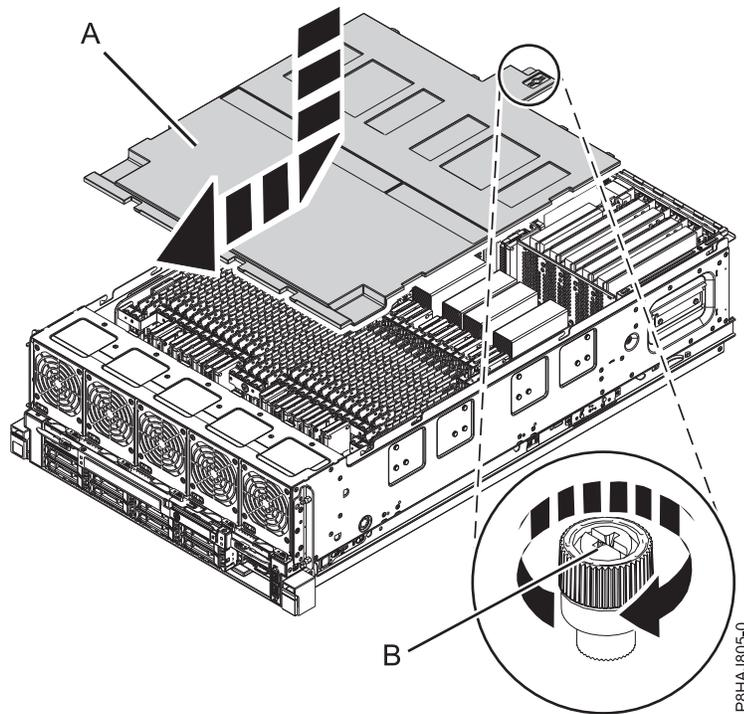

Figura 13. Sustitución de la cubierta de seguridad
2. Presione la cubierta de seguridad (A) hacia el chasis.
3. Apriete el tornillo de mano (B) girándolo en la dirección que se muestra en Figura 13 en la página 35 para fijar la cubierta de seguridad en el chasis.